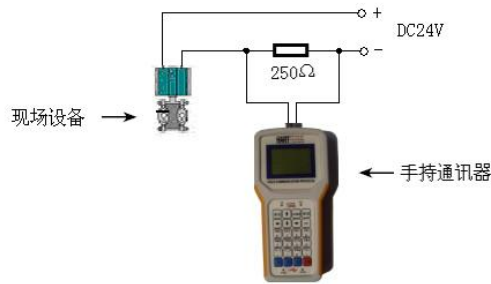

图 1-1
- 1、将现场通讯器正面向下放在平稳的地方，注意不要毁坏液晶屏。（如图 1-1）